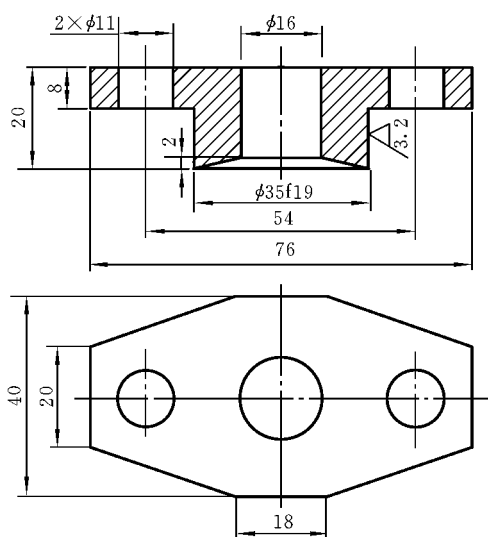

图 2.26 压盖
7. 绘制图 2.26 所示的压盖图形。学习使用“图案填充”命令,并正确识图。